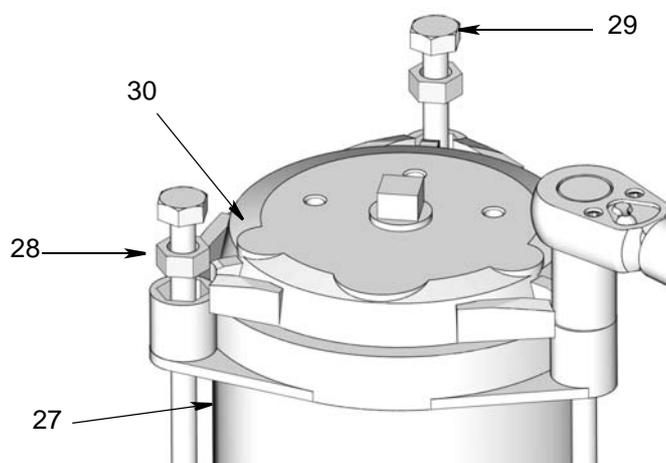

FIG. 13
9. Il coperchio (30) è caricato a molla. Utilizzare le mani per applicare pressione sul coperchio. Al tempo stesso, utilizzare una chiave per allentare e rimuovere i tiranti (29).
Allentare i tiranti secondo uno schema in diagonale, facendo attenzione ad allentare ciascun tirante gradualmente, finché tutti i tiranti non sono completamente allentati. Rimuovere i tiranti (29) e i distanziali (28). Vedere FIG. 13.
10. Rimuovere il coperchio (30) e la molla (25) dal serbatoio (27) (FIG. 13).